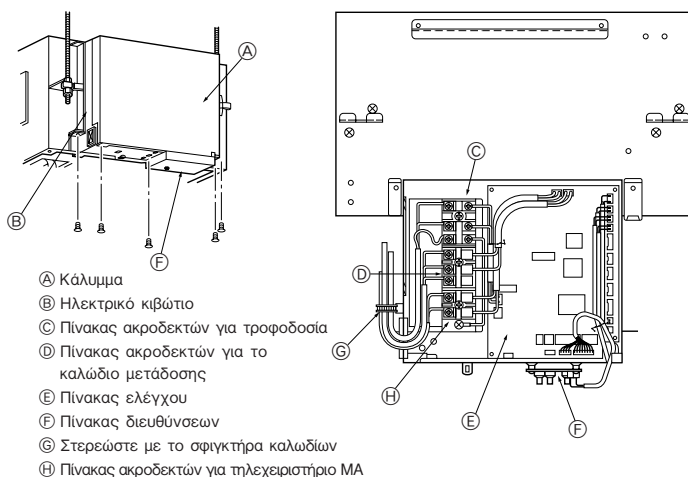

Fig. 4-1
4.1. Ηλεκτρική καλωδίωση (Fig. 4-1)